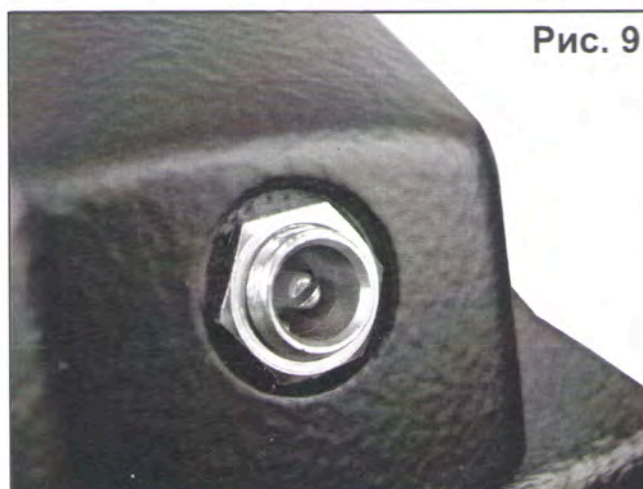

Рис. 9
2. Подключите штекер сетевого адаптера к гнезду питания детектора (рис. 9, 10).